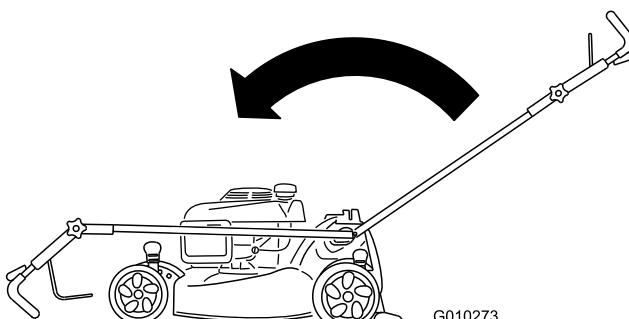

Figure 52
2. Reillez le guidon complètement vers l'avant et desserrez le bouton de la partie supérieure du guidon (Figure 52).